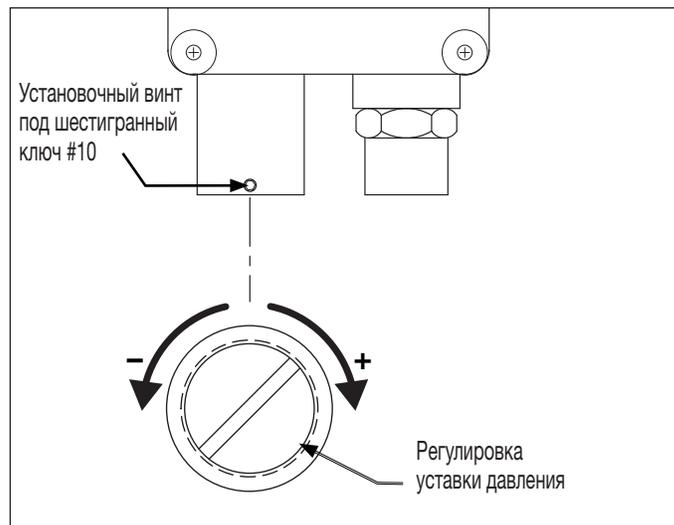

Рисунок 12: Регулировка уставки реле давления
4. Ослабьте установочный винт реле давления шестигранным ключом #10. См. рисунок 12.
7. Отверткой с плоским жалом вращайте регулировочный винт датчика давления по часовой стрелке, чтобы повысить уставку датчика и против часовой стрелки — чтобы снизить ее. См. рисунок 12. Убедитесь, что на необходимой уставке давления датчик размыкается, и двигатель насоса останавливается.